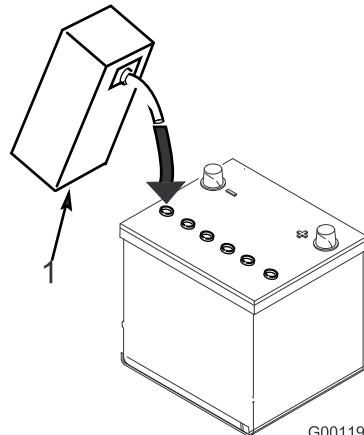

図 6
3. 各セルに慎重に電解液を満たす。電極板が6mm程度水没するぐらいが適当 (図 6)。
4. 電極板が液を吸収するまで20~30分間程度待つ。必要に応じて、電極板が6mm程度水没するぐらいに電解液を補充する (図 6)。